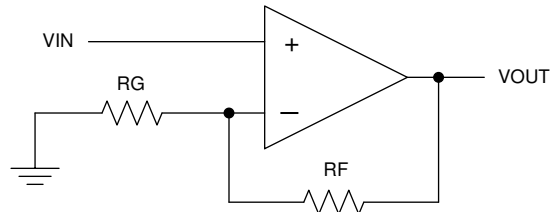

图 8-6. 原理图表示
- 外部元件尽可能靠近器件放置。如图 8-6 所示，使 RF 和 RG 靠近反相输入以最大限度地减小寄生电容。